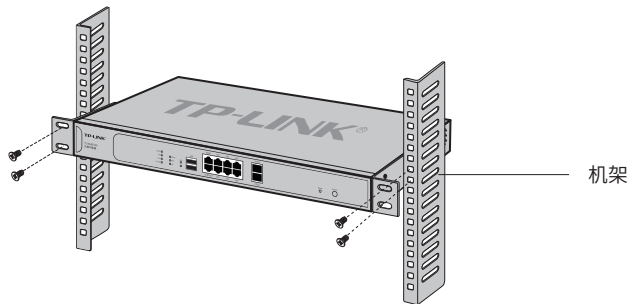

图2-2 机架安装示意图
4. 用螺钉将L型支架固定在机架两端固定的导槽上, 确保本产品稳定、水平地安装在机架上, 如图2-2所示。